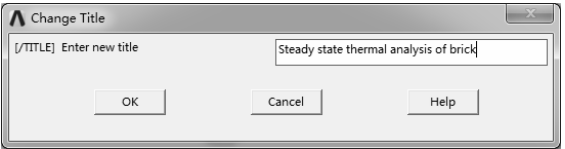

图 8-80 “Change Title”对话框
- 2) 选择“Utility Menu>File>Change Title”命令, 弹出“Change Title”对话框, 修改标题为“Steady state thermal analysis of brick”, 如图 8-80 所示。单击“OK”按钮完成修改。